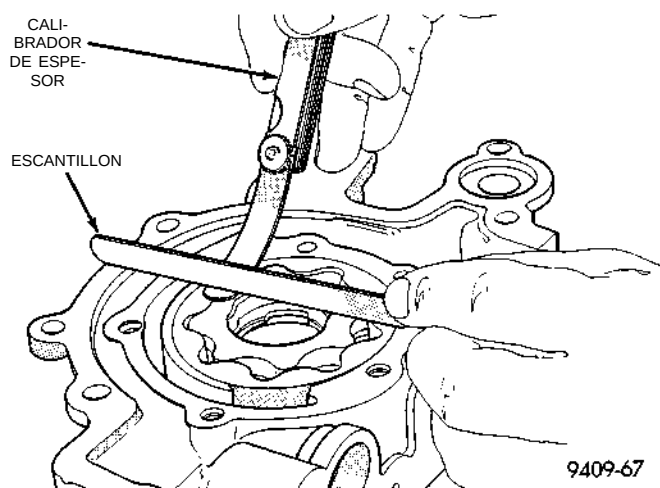

Fig. 101 Medición de la luz sobre los rotores
(7) Coloque un escantillón sobre la superficie de la cara de la caja de la bomba, entre los orificios de pernos. Si un calibre de espesor de 0,102 mm (0,004 pulg.) o mayor puede insertarse entre los rotores y el escantillón, reemplace el conjunto de la bomba (Fig. 101). **UNICAMENTE** si los rotores están dentro de las especificaciones.
(8) Inspeccione si el émbolo de la válvula de descarga de presión de aceite está rayado y funciona libremente dentro de su hueco. Las marcas leves pueden eliminarse con papel de lija, mojado o seco, granulado 400.
(9) El muelle de válvula de descarga tiene una longitud libre de alrededor de 60,7 mm (2,39 pulgadas). Debe realizarse la prueba entre 8,154 y 8,607 kg (18 y 19 libras) cuando está comprimido a 40,5 mm (1,60 pulgadas). Reemplace si el muelle no cumple con las especificaciones.
(10) Si la presión de aceite es baja y la bomba se encuentra dentro de las especificaciones, inspeccione si los cojinetes del motor están gastados, si falta o